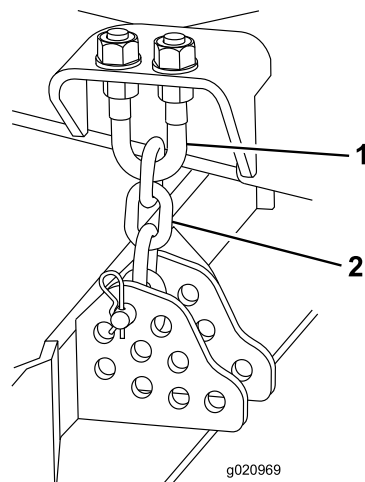

Figura 110
1. Allentate i controdadi sulla parte superiore o inferiore del bullone a U della catena dell'altezza di taglio (Figura 110).